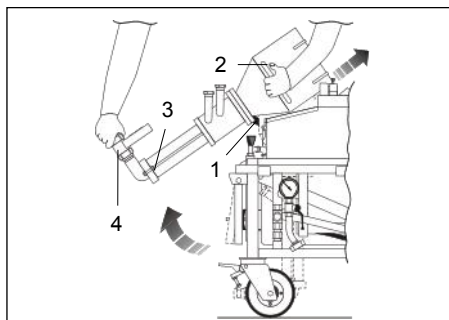

FIG.43 (Sostituzione gruppo rotore/statore)
- 1) Sollevare la camera di miscelazione tramite le maniglie (**FIG.43-Rif.2**) e l'attacco uscita materiale (**FIG.43-Rif.4**) fino a raggiungere la posizione indicata in
- FIG.43;**
- 2) Bloccarla nella posizione sopra indicata tramite la leva di bloccaggio (**FIG.43-Rif.1**);
- 3) Svitare i dadi dei tiranti (**FIG.43-Rif.3**) e sfilare il gruppo rotore/statore;
- 5) Montare il gruppo rotore/statore, avvitando i dadi dei tiranti (**FIG.43-Rif.3**).